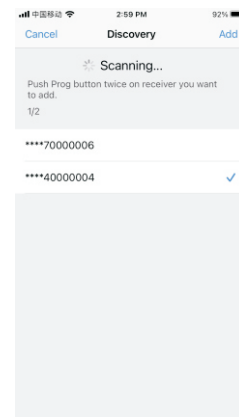

Figura 6
5. Assim que o dispositivo/dispositivos forem descobertos, assinale o dispositivo/dispositivos e toque no botão "Save" (Guardar), será adicionado com êxito. (como indicado na Figura 6)